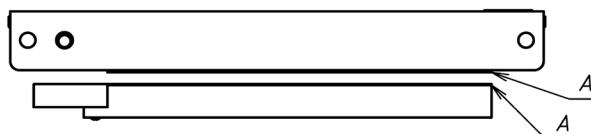

Рисунок 3
**ВНИМАНИЕ!** При монтаже замка правильное положение якоря относительно корпуса обеспечивается при совмещении кромок А (рисунок 3).